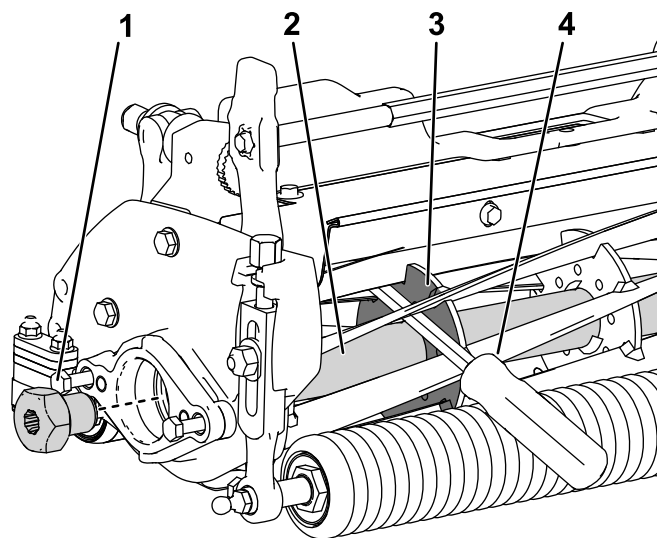

Рисунок 33
режущего блока и максимально близко к боковой части режущего блока, к которому вы прилагаете крутящий момент (Рисунок 33).
2. Установите монтировку так, чтобы она была прижата к сварной стороне опорной пластины барабана (Рисунок 33).